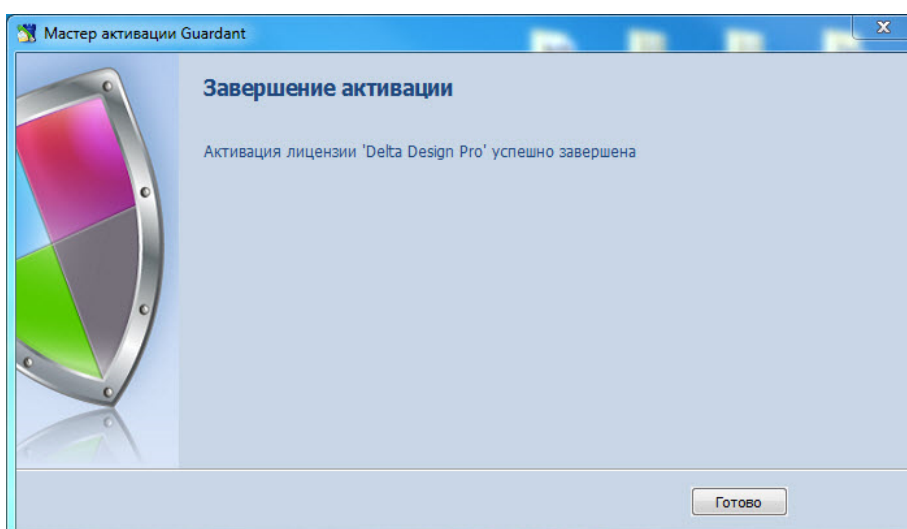

Рис. 23 Успешная активация
4. Если введенный ключ активации верен, то установленная копия системы Delta Design будет активирована, о чем сообщит мастер активации, см. Рис. 23. Для окончания работы с мастером нажмите кнопку «Готово».